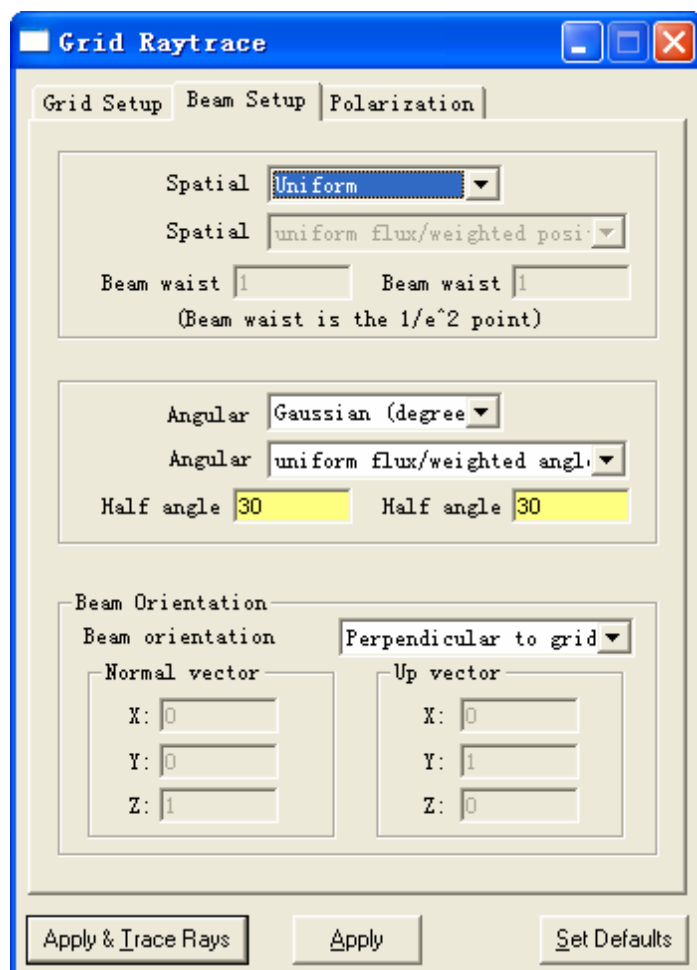

图 4.1.7
4. Grid Raytrace 对话框输入参数如图 4.1.7，4.1.8。